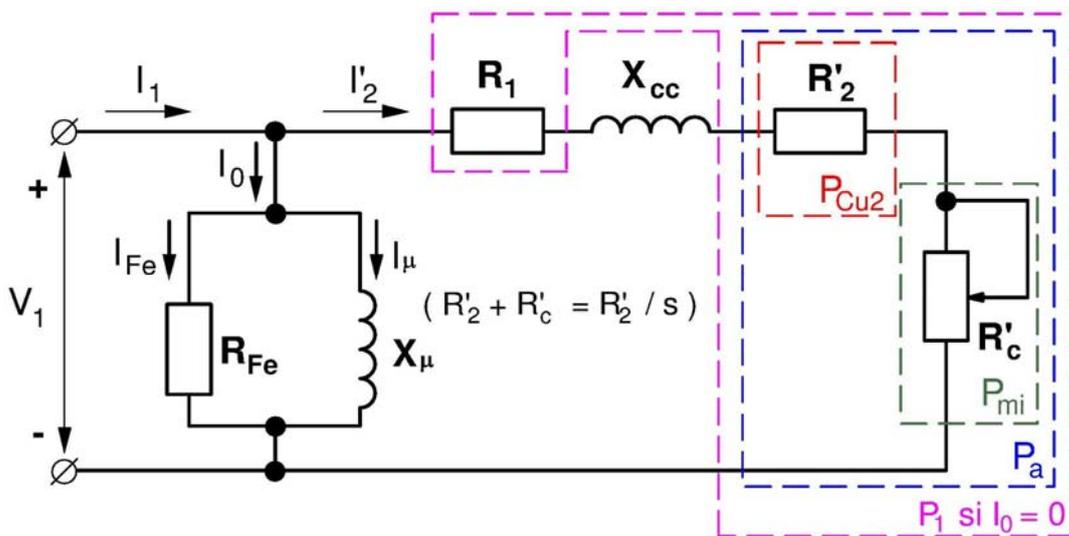

Fig. 1: Circuito equivalente de una máquina asíncrona trifásica
Dado que se desprecia la corriente de vacío  $I_0$ , la corriente del estator  $I_1$  se toma igual a la del rotor reducida al estator  $I'_2$ . Del circuito equivalente aproximado (ver la Fig. 1) se obtiene que:
Despreciar la corriente de vacío  $I_0$  equivale a suprimir la rama en paralelo del circuito equivalente (Fig. 1). En este caso, el factor de potencia correspondiente a la impedancia del resto del circuito equivalente es:
- c) Si se desprecian las pérdidas mecánicas, la potencia útil  $P_u$  es igual a la potencia mecánica interna  $P_{mi}$ . Esta es la potencia que en el circuito equivalente (Fig. 1) se consume en la resistencia de carga  $R'_c$ . Luego: